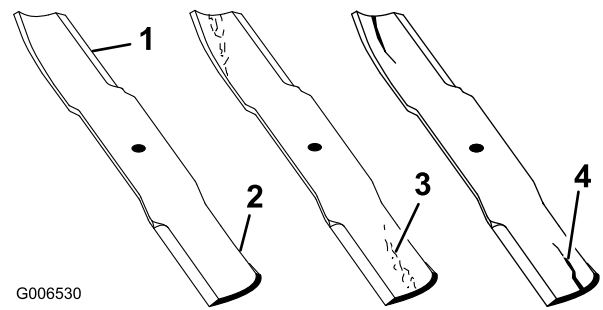

Figura 31
2. Verificate accuratamente i taglienti, con particolare attenzione ai punti d'incontro delle sezioni piatta e curva della lama (Figura 31). Sabbia e materiali abrasivi possono consumare il metallo che connette le sezioni piatta e curva della lama, per cui si consiglia di controllare la lama prima di usare la macchina. Se notate che la lama è consumata (Figura 31), sostituitedla; vedere Rimozione della lama.
Se continuate ad usare la lama usurata, si forma una scanalatura tra la costa e la sezione piatta della lama (Figura 31). Alla fine, un pezzo di lama può staccarsi e venire lanciato dal sottoscocca, con il rischio di ferire gravemente voi o gli astanti.